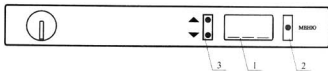

Рис.2 Регулировка температурного режима.
7.2.1 МБУ-М обеспечивает: поддержание температурного режима в камере, индикацию температуры, управление вентиляцией, включение сигнализации при выходе температуры в камере за установленные пределы на 1°C. Датчик температуры МБУ-М размещается внутри камеры холодильника. Органы управления выведены на панель управления холодильника (рис.2).